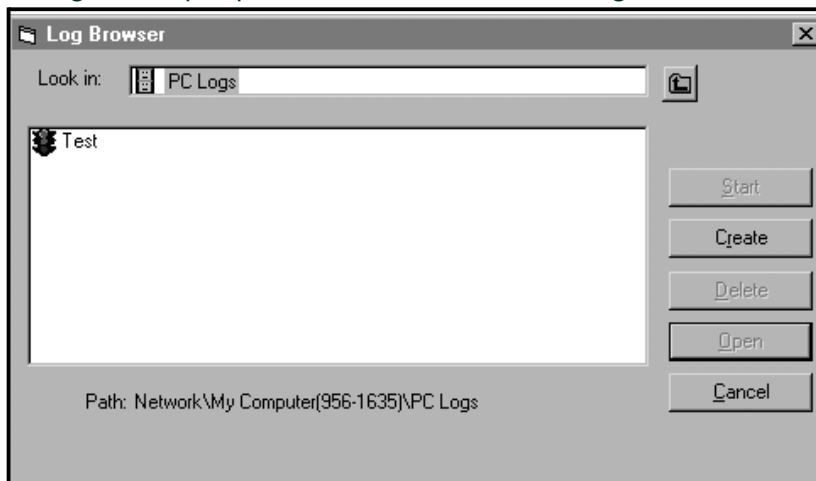

Figura 16: Creare un registro PC
- Fare doppio clic su *Registri PC* per passare alla finestra di dialogo mostrata nella Figura 16.
- Nella finestra di dialogo mostrata nella Figura 16, fare clic sul pulsante di opzione **[Crea]** per creare un nuovo registro del contatore.